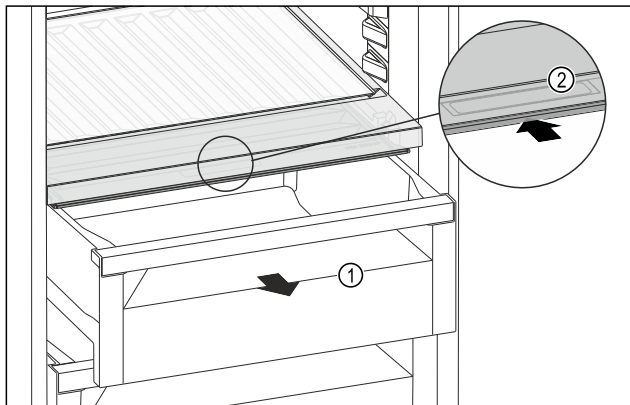

Fig. 117
- ▶ Húzza ki a fiókot Fig. 117 (1).
- ▶ Fogja meg a süllyesztett fogantyút Fig. 117 (2) a rekeszfedélén, és ezzel egy időben tolja hátra a rekeszfedelel.